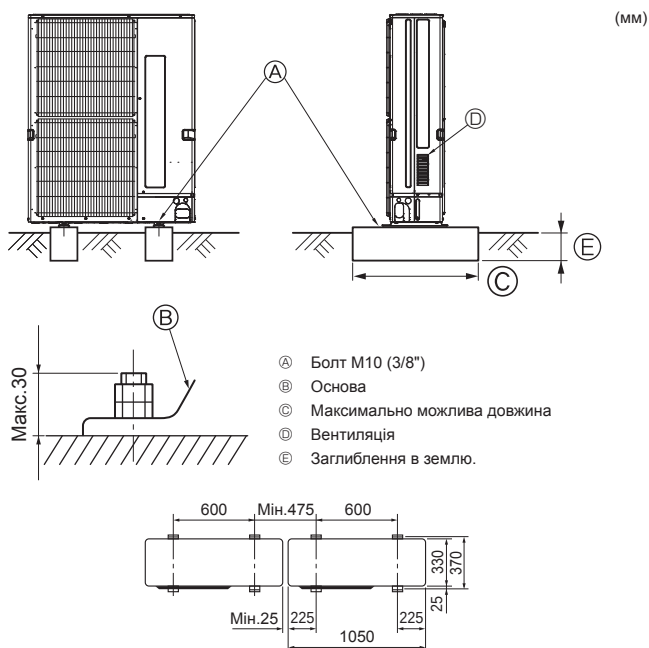

Fig. 3-1
- Обов'язково встановлюйте пристрій на міцну, рівну поверхню, щоб уникнути вібрацій та шумів під час роботи. (Fig. 3-1)